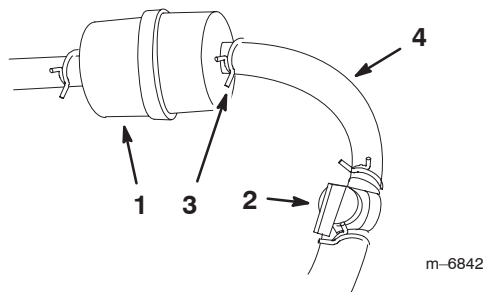

Figure 45
7. Posez un filtre neuf et rapprochez les colliers de fixation du filtre (Fig. 45).
2. Fermez le robinet d'arrivée de carburant (Fig. 45).
3. Desserrez le collier de serrage au niveau du filtre à carburant et repoussez-le le long de la conduite d'alimentation pour l'éloigner du filtre (Fig. 45).
4. Débranchez la conduite d'alimentation du filtre (Fig. 45). Ouvrez le robinet d'arrivée de carburant et laissez l'essence s'écouler dans un bidon ou un bac de vidange.
5. Raccordez la conduite d'alimentation au filtre. Rapprochez le collier de serrage du filtre pour fixer la conduite d'alimentation (Fig. 45).